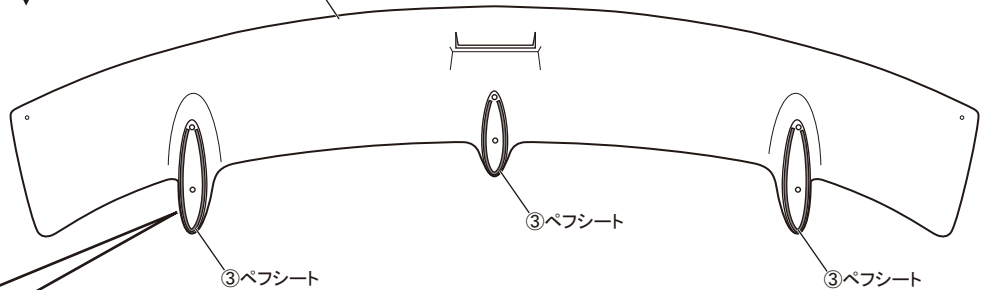

図5 ①リアルーフスポイラー取付け
6. 図5を参照し、②アブセットボルトを使用し①リアルーフスポイラーを車両リアスポイラーに取付けた後、3.で取外したカバーを復元します。
9. ①リアルーフスポイラー中央のオーナメント取付け部を洗浄脱脂し、④オーナメントを取付けて作業完了です。